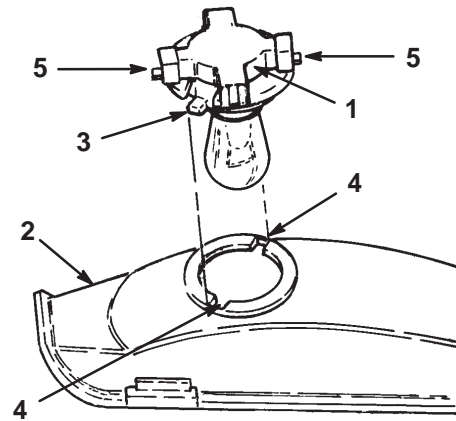

Figure 25
7. Dévissez l'embase d'un quart de tour vers la gauche et déposez-la du réflecteur (Fig. 25).
3. Alignez les deux languettes de l'embase (Fig. 25) et les rainures du réflecteur.